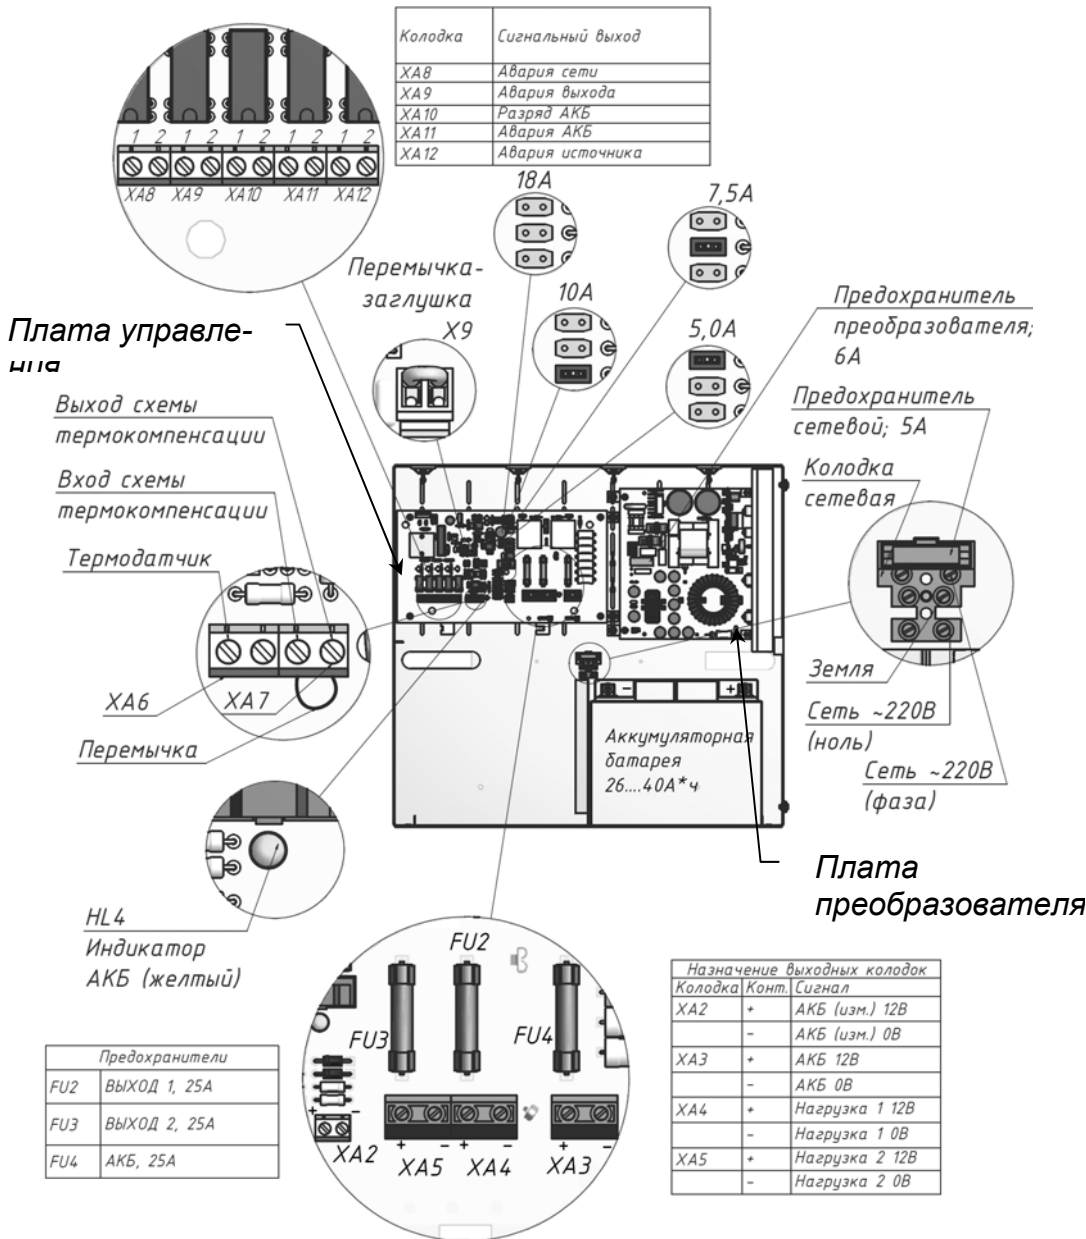

Рисунок 1 Общий вид источника с открытой крышкой
- выдачу информационных диагностических сообщений (подключение внешних цепей индикации) и (или) управление внешними устройствами автоматики замыкающими контактами пяти реле сигнальных выходов (см. рисунок 1 и таблицу 3);
Схемой источника предусмотрен разъем Х9, расположенный на плате управления (см. рисунок 1) и предназначенный для подключения внешнего управляющего контакта «ВЫХОД» (контакт внешнего реле, кнопки или тумблера). Контакты разъема Х9 замкнуты предустановленной перемычкой-заглушкой (заводская установка).
Источник обеспечивает ограничение тока заряда АКБ. Выбор одного из четырех значений ограничения тока заряда АКБ осуществляется установкой/удалением соответствующей перемычки типа «джампер» (см. рисунок 1) в соответствии с рекомендациями таблицы 2.